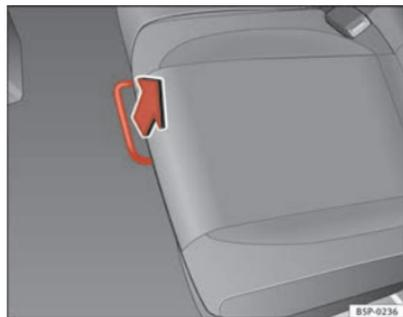

Fig. 96 Barra de destranque do banco traseiro
- Na posição de sentado, destranque a alavanca no sentido da seta ⇒ fig. 96.